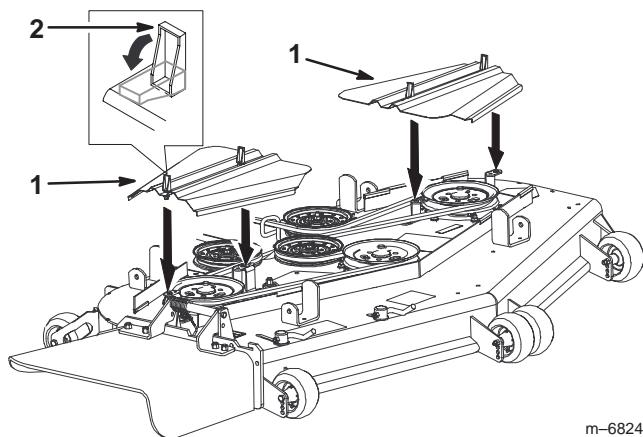

Figure 74
3. Déposez les couvercles de la courroie (Fig. 74).
- Posez et verrouillez les couvercles de la courroie (Fig. 74).